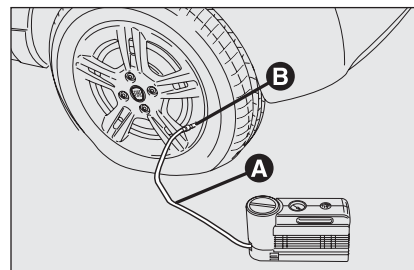

fig. 5
- ❑ **Serrer le frein à main.** Dévisser le capuchon de la soupape du pneu, extraire le tube flexible de remplissage **A**-fig. 5 et visser l'embout **B** sur la soupape du pneu ;